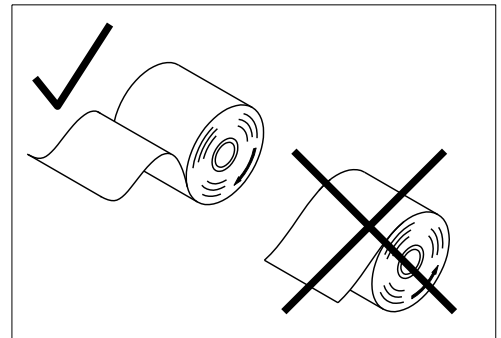

Abb. 1
2. Thermopapierrolle von 80 mm Breite und maximal 80 mm Durchmesser so einlegen, dass das Thermopapier von unten kommend am Druckwerk vorbeigeführt wird, siehe Abb. 1.